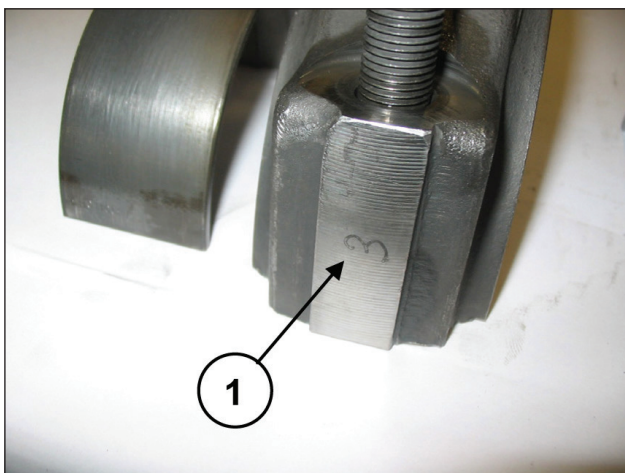

图 18
为了避免可能出现的错误，连杆帽和半连杆在一侧有编号 (① · 图 18)。